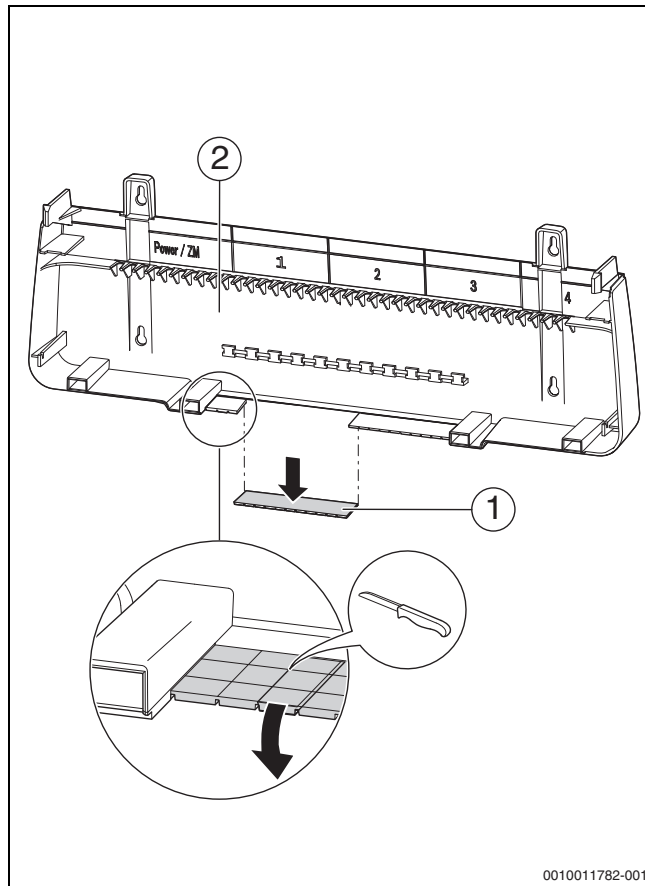

Рис. 39 Подготовка кабельного прохода
- ▶ Выломайте заглушки (→ рис. 39, [1], стр. 34) в задней стенке кабельного прохода.